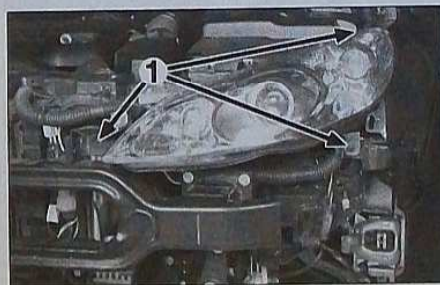

FIG. 3
Déposer les 3 fixations (1) et dégager le projecteur (Fig.3)